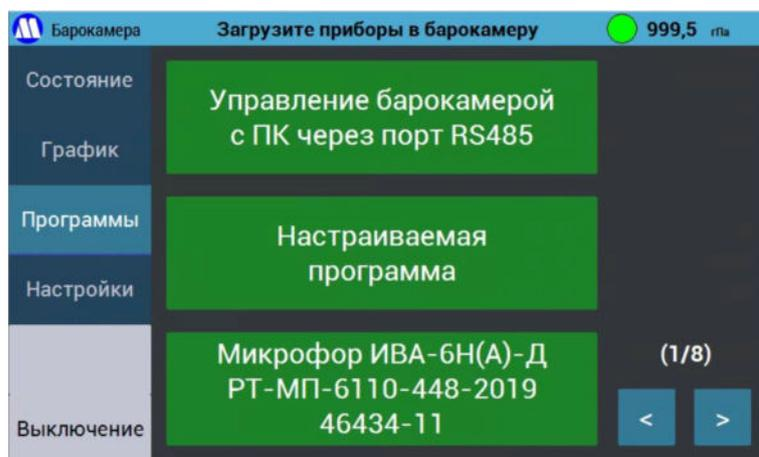

Рисунок 12 – Экран «Программы».
7.3.9. При повторном нажатии на кнопку «Установка» будет показан экран «Программы» (Рисунок 12). Он позволяет производить установку точек в соответствии с указанными на кнопках методиками поверки.